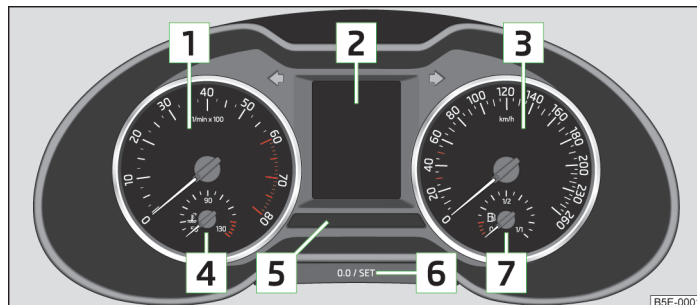

Fig. 2 Strumentazione combinata
- Non azionare mai il tasto **[6]** sulla strumentazione combinata » fig. 2 a pagina 13 durante la marcia, ma esclusivamente a veicolo fermo!
L'intervallo del contagiri di colore rosso 1 » fig. 2 a pagina 13 indica l'intervallo in cui il sistema inizia a limitare il numero di giri del motore stesso. Il sistema limita automaticamente il numero di giri ad un valore considerato sicuro.
» Premere brevemente il tasto **[6]** » fig. 2 a pagina 13.
- » Premere e tenere premuto il tasto **[6]** » fig. 2 a pagina 13 fino a quando sarà visualizzato nel display la dicitura **Orologio**.
- » Premere e tenere premuto il tasto **[6]** » fig. 2 a pagina 13 fino a quando sul display sarà visualizzato **Stato della batteria** o **BATTERIA SOC**.